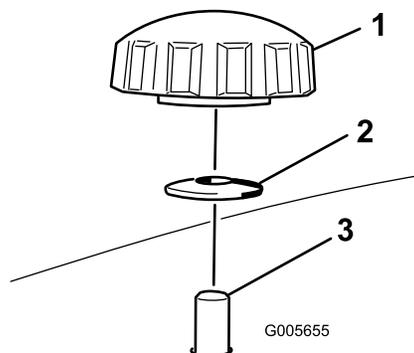
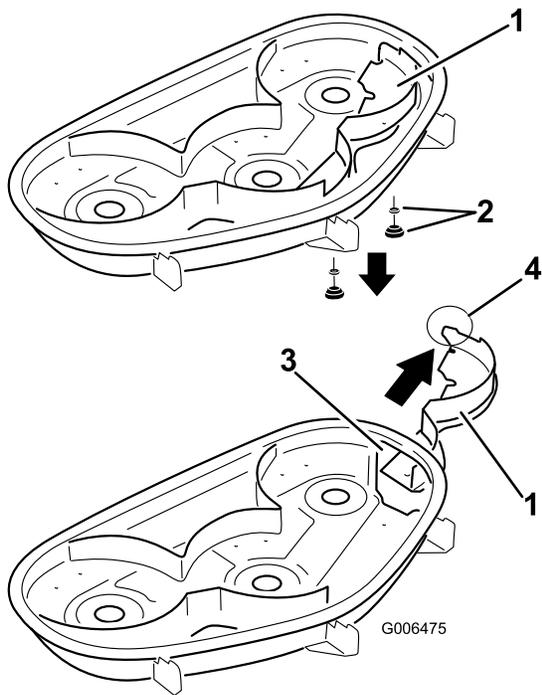

Figure 24
Figure 25
4. Déposez les 2 boutons et rondelles bombées qui fixent le déflexeur droit au plateau de coupe, comme illustré à la Figure 24.
5. Déposez le déflexeur droit et abaissez le déflexeur d'herbe sur l'ouverture d'éjection, comme illustré aux Figure 25 et Figure 24.
- Insérez le déflecteur droit par l'ouverture d'éjection et fixez-le en place avec 2 boutons et rondelles bombées (côté bombé face au plateau de coupe) comme illustré aux Figure 24 et Figure 25.